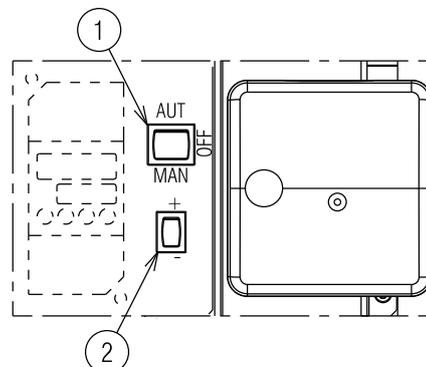

Fig. 29
Mettre le sélecteur 1)(Fig. 29) en position "MAN".
- mettre l'interrupteur 1) de la Fig. 29 en position «OFF» et attendre que l'appareil effectue la phase d'extinction;
Le réglage de l'air est effectué en modifiant l'angle de la came III(Fig. 28) et au moyen du sélecteur 2(Fig. 29). Pour le réglage de la came du servomoteur, voir Fig. 32 A).
Dans la description précédente, le brûleur est resté allumé, fonctionnant à la puissance minimale. Appuyer maintenant sur le bouton 2(Fig. 29 à la page 28) «augmentation de puissance» et le maintenir enfoncé jusqu'à ce que le servomoteur ait ouvert le volet d'air et le papillon gaz.
Le réglage de l'air est effectué en modifiant l'angle de la came I(Fig. 28 à la page 27) et au moyen du sélecteur 2(Fig. 29 à la page 28). Pour le réglage de la came du servomoteur, voir Fig. 32 A).
Appuyer sur le bouton 2)(Fig. 29 à la page 28) «Diminution de puissance» et le maintenir enfoncé jusqu'à ce que le servomoteur se mette (Fig. 32 B) sur le réglage effectué en usine: Voir Tab. K à la page 27 et en réglant par conséquent le volet d'air 5) et le papillon gaz 4)(Fig. 31 à la page 29).
Le réglage de l'air est effectué en modifiant l'angle de la came III) du servomoteur (Fig. 28 à la page 27) et au moyen du sélecteur 2)(Fig. 29 à la page 28). Pour le réglage de la came du servomoteur, voir Fig. 32 A).
Après avoir réglé la puissance maximale et minimale du brûleur, on effectue le réglage du gaz sur plusieurs positions intermédiaires du servomoteur. Le passage d'une position à la suivante est obtenu en maintenant le bouton 2) enfoncé sur le symbole (+) ou (-)(Fig. 29 à la page 28). Appuyer légèrement sur le bouton 2)(Fig. 29 à la page 28) «Augmentation de puissance» afin que le servomoteur tourne d'environ 20°, voir l'indice gradué du servomoteur Fig. 32 B) et l'indice gradué des volets d'air 5)(Fig. 31 à la page 29).
Éteindre le brûleur en agissant sur l'interrupteur 1)(Fig. 29), position OFF, désolidariser la came mécanique I)(Fig. 31) pour séparer les engrenages du servomoteur, en appuyant et en déplaçant le bouton 3) vers le bas (Fig. 32 D) et vérifier plusieurs fois en tournant manuellement la came mécanique I)(Fig. 31) en avant et en arrière que le mouvement soit souple et dénué de points durs.